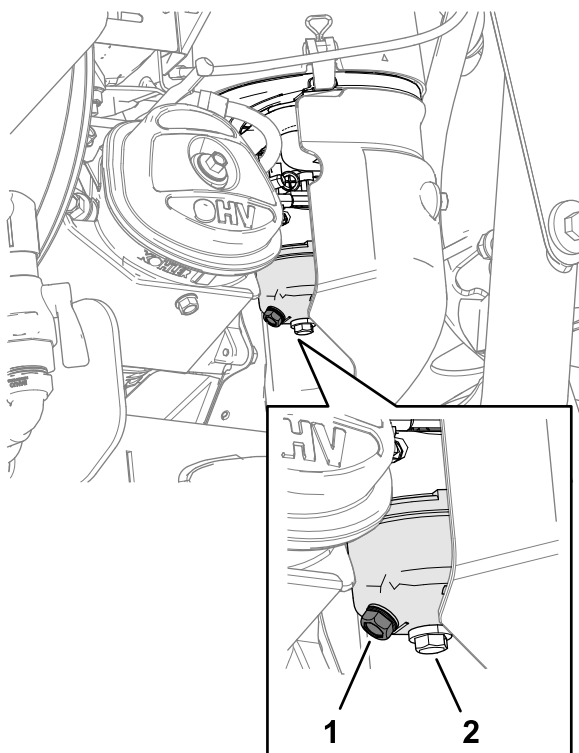

Figure 85
2. Localisez le boulon de vidange dans l'orifice latéral de la cuve du carburateur (Figure 85).